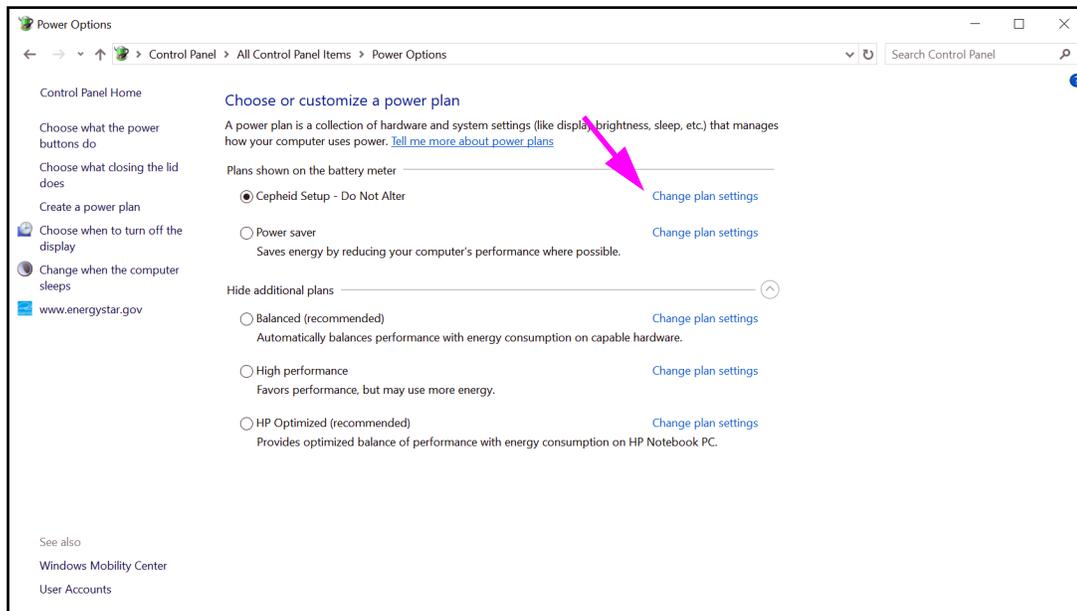
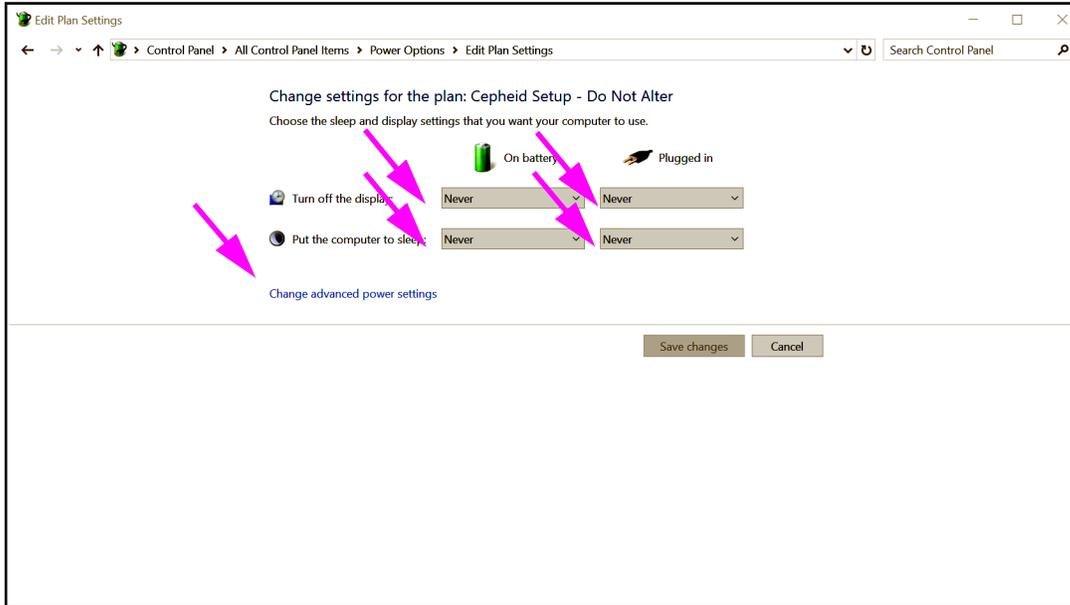
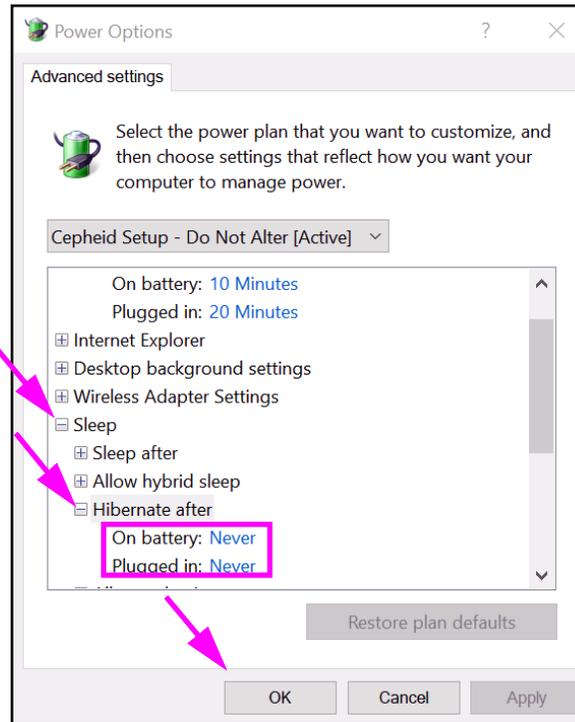
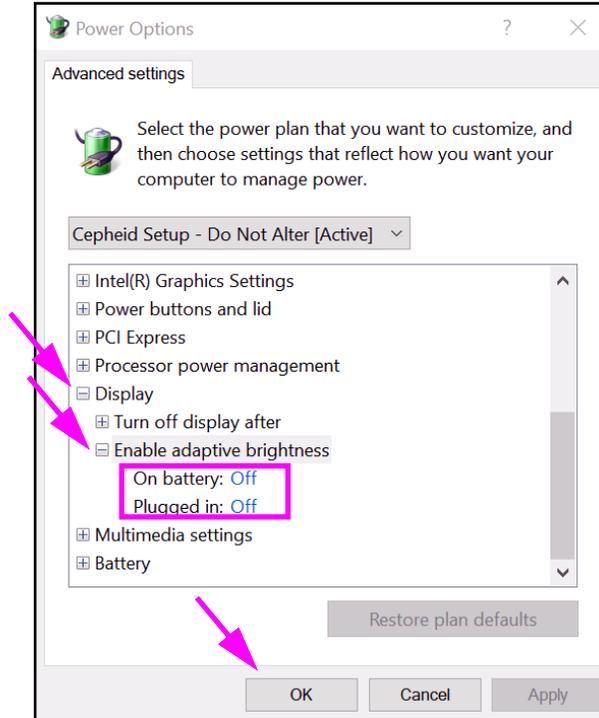

Abbildung 2-25. Fenster „Power Options“ (Energieoptionen)
Abbildung 2-26. Fenster „Edit Plan Settings“ (Planeinstellungen bearbeiten).
Abbildung 2-27. Fenster „Power Options – Advanced Settings (Sleep)“ (Energieoptionen – Erweiterte Einstellungen (Standbymodus))
Abbildung 2-28. Fenster „Power Options – Advanced Settings (Display)“ (Energieoptionen – Erweiterte Einstellungen (Bildschirm))
3. Klicken Sie im Bereich **Cepheid Setup – Do Not Alter (Cepheid Setup – Nicht ändern)** auf **Change plan settings (Energiesparplaneinstellungen ändern)**. Siehe Abbildung 2-25. Das Fenster „Edit Plan Settings“ (Planeinstellungen bearbeiten) wird angezeigt. Siehe Abbildung 2-26.
4. Vergewissern Sie sich, dass die Funktionen **Turn off the display (Bildschirm ausschalten)** und **Put the computer to sleep (Energiesparmodus nach)** auf **Never (Nie)** eingestellt sind, und zwar sowohl für **On battery (Akku)** als auch für **Plugged in (Netzbetrieb)**. Stellen Sie außerdem sicher, dass der Schieberegler **Adjust plan brightness (Planhelligkeit anpassen)** auf die hellste Einstellung eingestellt ist. Siehe Abbildung 2-26.
5. Klicken Sie auf **Change advanced power settings (Erweiterte Energieeinstellungen ändern)** (siehe Abbildung 2-26). Das Fenster „Power Options – Advanced Settings“ (Energieoptionen – Erweiterte Einstellungen) erscheint. Siehe Abbildung 2-27.
6. Doppelklicken Sie im Fenster „Power Options – Advanced Settings“ (Energieoptionen – Erweiterte Einstellungen) auf **Sleep (Standbymodus)**, um die Liste aufzuklappen, und anschließend auf **Hibernate after (Ruhezustand nach)**. Siehe Abbildung 2-27.
- A. **Desktop-Computer:** Bestätigen Sie, dass der Wert **Setting (Einstellung)** auf Null (0) bzw. **Never (Nie)** eingestellt ist. Wenn dies nicht der Fall ist, ändern Sie den Wert **Setting (Einstellung)** auf Null (0) bzw. **Never (Nie)**.
- B. **Nur für Laptop-Computer:** Bestätigen Sie, dass die Werte **On battery (Akku)** und **Plugged in (Netzbetrieb)** auf **Never (Nie)** eingestellt sind. Ist dies nicht der Fall, klicken Sie auf **On battery (Akku)** und/oder **Plugged in (Netzbetrieb)** und setzen Sie dann mithilfe der Nach-Oben- bzw. Nach-Unten-Tasten die Werte der entsprechenden Option auf Null (0).
7. Doppelklicken Sie im Fenster „Power Options – Advanced Settings“ (Energieoptionen – Erweiterte Einstellungen) auf **Display (Bildschirm)**, um die Liste aufzuklappen, und anschließend auf **Enable adaptive brightness (Adaptive Helligkeit aktivieren)**. Siehe Abbildung 2-28.
11. **Nur für Laptop-Computer:** Klicken Sie auf **Cancel (Abbrechen)**, um das Fenster „Edit Plan Settings“ (Planeinstellungen bearbeiten) zu schließen. Das Fenster „Power Options“ (Energieoptionen) erscheint (siehe Abbildung 2-25).